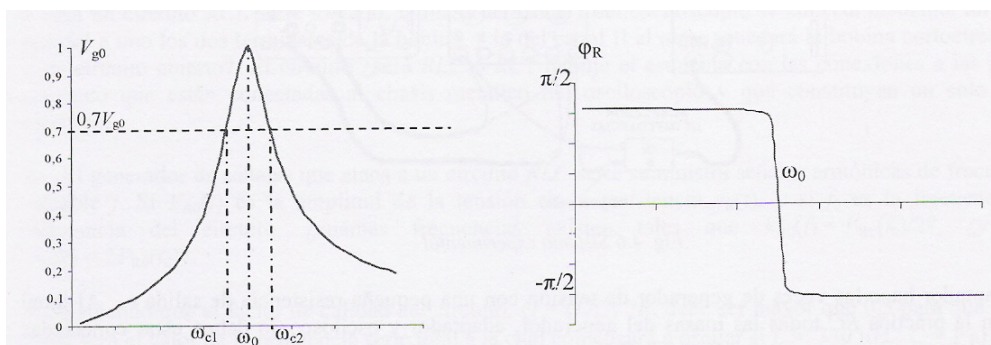

Figura 9.6. Amplitud i desfasament del circuit RLC en funció de la freqüència del generador
Podem observar de (12) que l'amplitud  $A$  presenta un màxim quan la freqüència del generador extern  $\omega$  coincideix amb la freqüència lliure o "natural"  $\omega_0$ , d'oscil·lació del circuit quan no hi ha esmoreïment ni generador extern. Es diu que el circuit entra en ressonància i l'amplitud de l'oscil·lació es fa màxima. El desfasament  $\delta$  també varia al fer-ho la freqüència del generador. Si  $\omega \ll \omega_0$ ,  $\delta$  és molt petit. Quan  $\omega = \omega_0$ ,  $\delta = \pi/2$ . I quan  $\omega \gg \omega_0$ ,  $\delta = \pi$ . L'amplitud de l'oscil·lació i el desfasament es representen a la figura 9.6.
1. Considereu el circuit 9.1 amb els següents valors:  $L = 1000 \mu\text{H}$ ,  $C = 3,3 \text{ nF}$ ,  $R = 100 \Omega + R_i$ , essent  $R_i = 50 \Omega$  la resistència interna del generador de funcions del seu lloc de treball. Aplicant les expressions (10) i (11) obtingueu els valors de  $\omega_0$ ,  $\tau$  i  $Q$  del circuit en règim d'oscil·lació lliure esmoreïda.
2. Per poder observar bé el pic de ressonància del corrent en funció de la freqüència, la representarem en un interval de freqüències limitat per  $f_{\text{inicial}} = f_0 \cdot (1 - 1/Q) = f_0 - \Delta f$  i per  $f_{\text{final}} = f_0 \cdot (1 + 1/Q) = f_0 + \Delta f$ , essent  $\Delta f$  l'interval indicat a la figura 9.6. Calculeu aquestes dues freqüències.
3. Utilitzant el full de càlcul i aplicant les expressions (12) calculeu  $\delta$  i  $A\omega$  en funció de la freqüència  $\omega$  i de l'amplitud  $V_0$  del generador de senyal (preneu  $V_0 = 1,0 \text{ Volt}$ ). Feu una taula de
l'amplitud del corrent  $A_\omega$  en funció de la freqüència  $f$  del generador des de  $f_{inicial}$  fins a  $f_{final}$  amb intervals de 1 kHz i representeu-la gràficament. Hauria de ser semblant a la representada a la figura 9.6. Calculeu l'amplitud corresponent a la freqüència  $f_0$ , que denominarem  $V_R^{max}$ . Marqueu en la gràfica la posició de  $f_0$  i la amplitud corresponent a aquesta freqüència i estimeu l'interval en el que l'amplitud de l'oscil·lació és igual o superior a  $V_R^{max}/\sqrt{2}$ . Determineu les freqüències  $f_1$  i  $f_2$  que delimiten aquest interval.